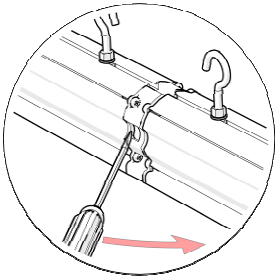

Рисунок 4 Разъединение разъёмов
5.3 Для разъединения разъёмов необходимо поддеть защёлку разъёма плоской отвёрткой (рис. 4).